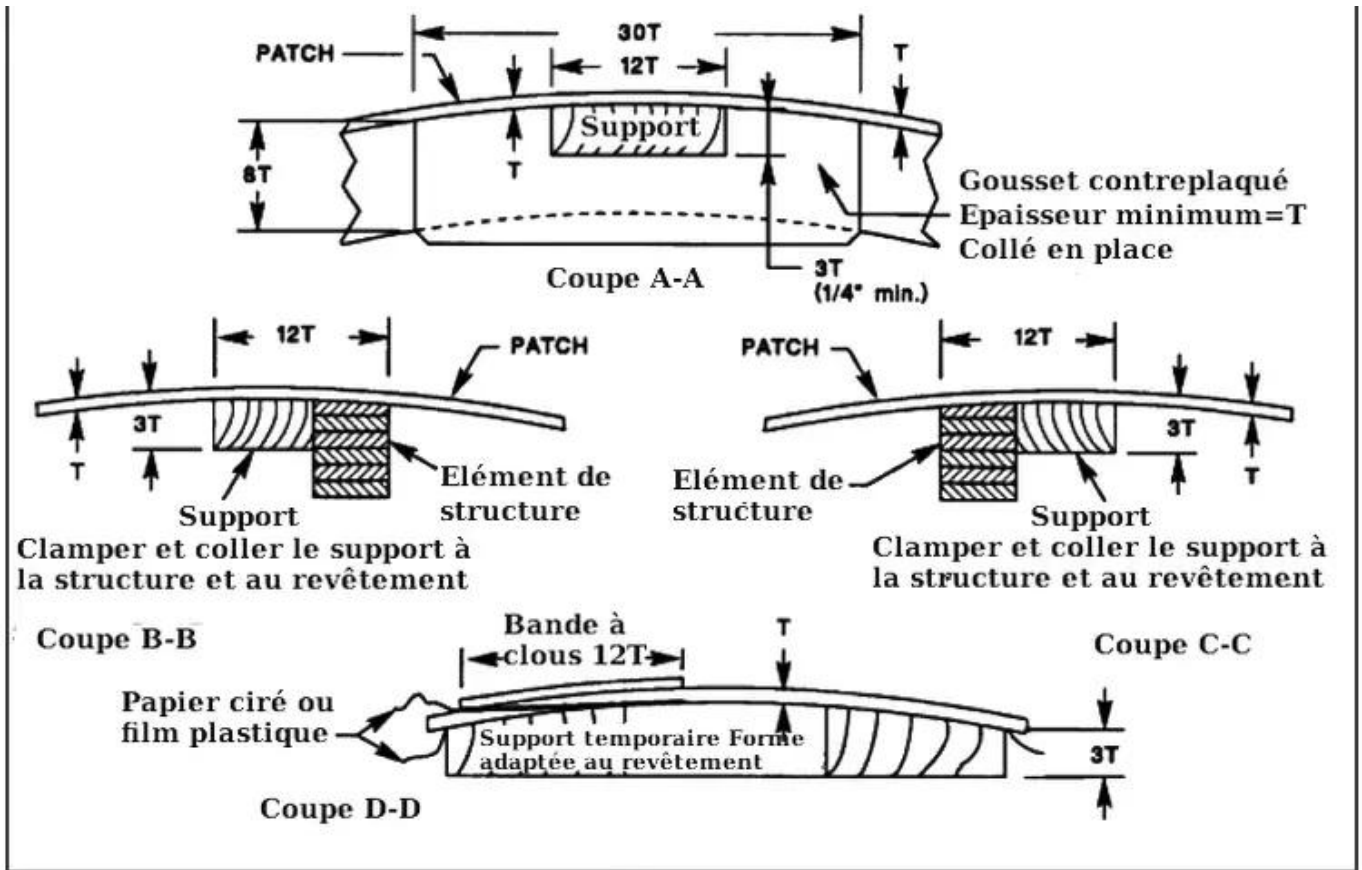

FIGURE 1-15. Pièces en enture (arrière du revêtement accessible)
c. Pièce en enture. Une pièce en enture correctement préparée et installée est la meilleure réparation pour les revêtements en contreplaqué endommagés et est préférée pour la plupart des réparations de revêtement. La figure 1-15 montre les détails et dimensions à utiliser lors de l'installation de pièces d'enture typiques pour revêtements, lorsque l'arrière du revêtement est accessible. Suivre la figure 1-16 lorsque l'arrière du revêtement n'est pas accessible. La pente d'enture de 1 sur 12, indiquée dans les deux figures, est la pente la plus forte autorisée pour tous les types de contreplaqué. Si le rayon de courbure du revêtement en tous points de l'ouverture découpée est supérieur à 100 fois l'épaisseur du revêtement, une pièce en enture peut être installée.
(1) Les coupes d'enture dans le contreplaqué peuvent être réalisées avec un rabot à main, un wastringue, un racloir ou un bloc de papier abrasif précis. Les surfaces râpées, sauf aux coins des pièces d'enture et les surfaces sciées, ne sont pas recommandées car elles sont susceptibles d'être rugueuses ou imprécises.
(2) Le serrage par bandes clouées ou petites vis est souvent la seule méthode disponible pour coller les joints d'enture dans les réparations de revêtements en contreplaqué. Il est essentiel que tous les joints d'enture dans le contreplaqué soient soutenus par du contreplaqué ou du bois massif afin de fournir une capacité suffisante de retenue des clous. La direction du fil de parement
(3) Si l'arrière d'un revêtement en contreplaqué endommagé est accessible (comme un revêtement de fuselage), il doit être réparé avec une pièce en enture, en suivant les détails indiqués à la figure 1-15. Chaque fois que possible, les bords de la pièce doivent être soutenus comme indiqué dans la section C-C de la figure 1-15. Lorsque le dommage suit ou s'étend jusqu'à un élément de structure, l'enture peut être soutenue comme indiqué dans la section B-B de la figure 1-15. Les dommages qui ne dépassent pas 25 fois l'épaisseur du revêtement en diamètre après avoir été découpés en forme circulaire et qui ne sont pas à moins de 15 fois l'épaisseur du revêtement d'un élément de structure, peuvent être réparés comme indiqué dans la figure 1-15, section D-D.
(4) Les étapes pour réaliser une pièce en enture lorsque l'arrière du revêtement n'est pas accessible sont les suivantes :